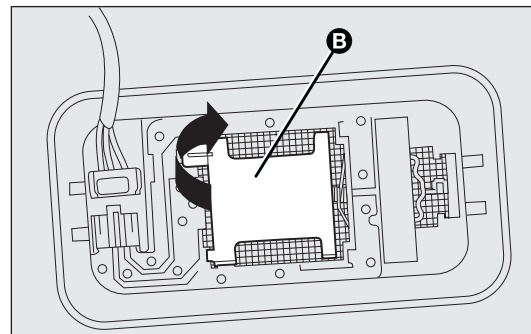

fig. 164
- ☐ abra la tapa B-fig. 164 tal y como se indica;